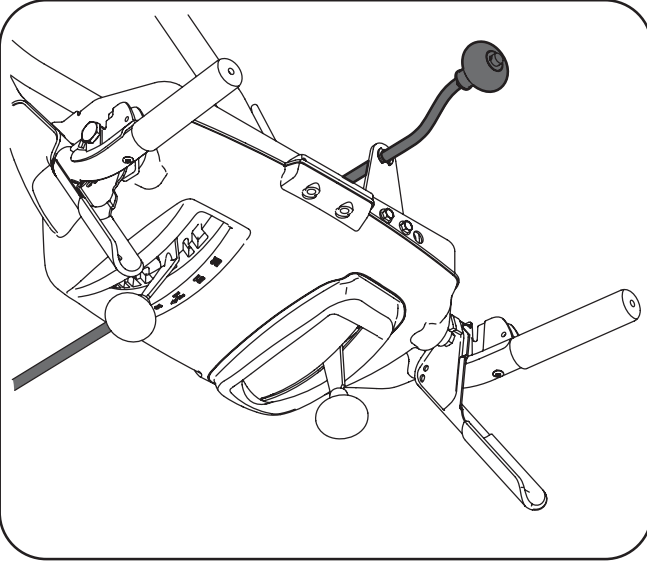

Figure 3-6
- Guidez la tige à travers le support situé sur l'arrière du tableau de bord. Voir la Fig. 3-6.